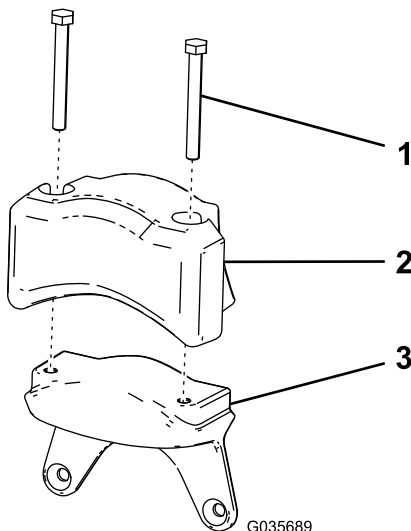

図 8
- 電気モータのカウンタウェイトを外す (ページ 4) で外したキャップスクリュー 5/16" x 2³/₄" 2 本とカウンタウェイトを、新しいウェイトに組み付ける 図 8。